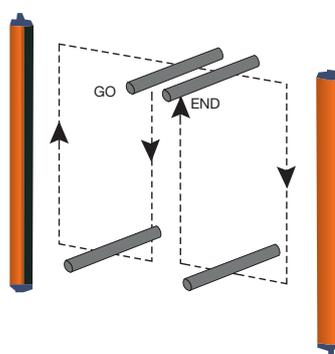

Fig. 12
- l'ESPE rimanga in blocco (■ I) intercettando i raggi lungo l'area protetta utilizzando l'apposito test piece e secondo lo schema di Fig.12.